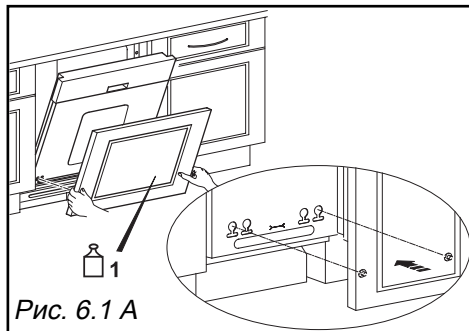

Рис. 6.1 А
- Установите дверную панель, завернув 2 винта в отверстия дверцы посудомоечной машины (Рис. 6.1)
- Возьмите Размер **В** с Рис. 6.1 и замеряйте зазор **Ж** между полом и нижним краем посудомоечной машины. Рассчитайте **В - Ж**.